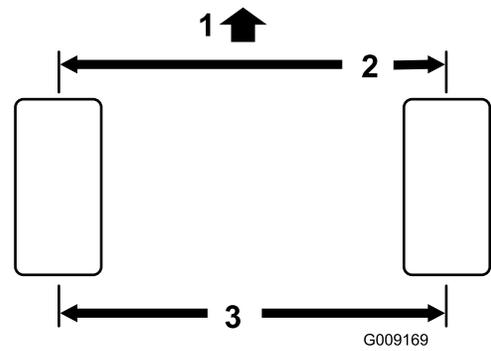

图57
2. 测量前、后转向轮胎中心到中心轮轴高度的距离 (图57)。